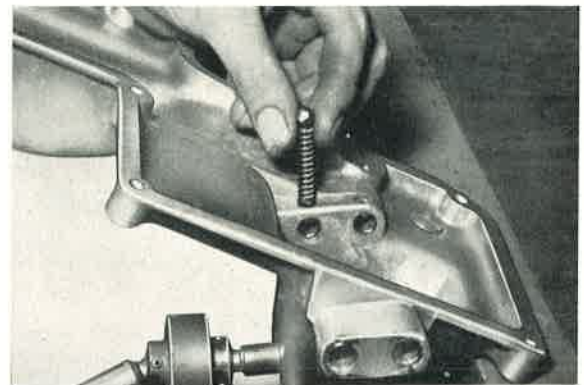

Bild 332: Beim Einsetzen der Feder und Kugel für den 1. und Rückwärtsgang muß die Bohrung senkrecht stehen.
1. Feder für 1. und Rückwärtsgang einsetzen. (Bild 332).